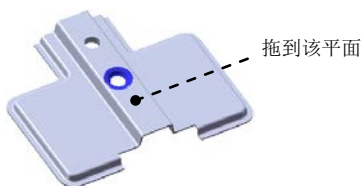

图 16.6.46 成形特征 3
Step6. 创建图 16.6.46 所示的成形特征 3。
(1) 单击任务窗格中的“设计库”按钮 ，打开“设计库”对话框。
(2) 单击“设计库”对话框中的  ch16 节点，在设计库下部的列表框中选择“hinge_shaped_tool_05”文件并拖动到图 16.6.46 所示的平面，在弹出的“成形工具特征”对话框中单击  按钮。